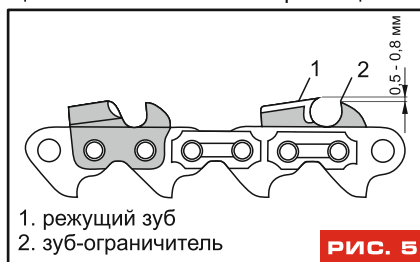
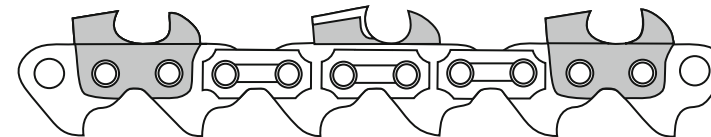

РИС. 5
РИС. 6
Внимание! Прежде чем Вы приступите к заточке цепи проверьте ее на видимые повреждения по следующим признакам (рис. 5,6):
Заточку цепи необходимо начинать с заточки режущих зубьев (1) (рис.5) Затачивайте зубья равномерно, вначале каждый второй зуб с одной стороны, потом каждый второй зуб с противоположной стороны. Длина режущих зубьев должна быть одинаковая, различная длина не допускается и может привести к нежелательным последствиям (рис.6).
Настройте установочный клин (14) с помощью установочного винта (8) чтобы клин (14) располагался в притык к затачиваемому звену и не давал цепи передвигаться в процессе заточки (рис. 6).